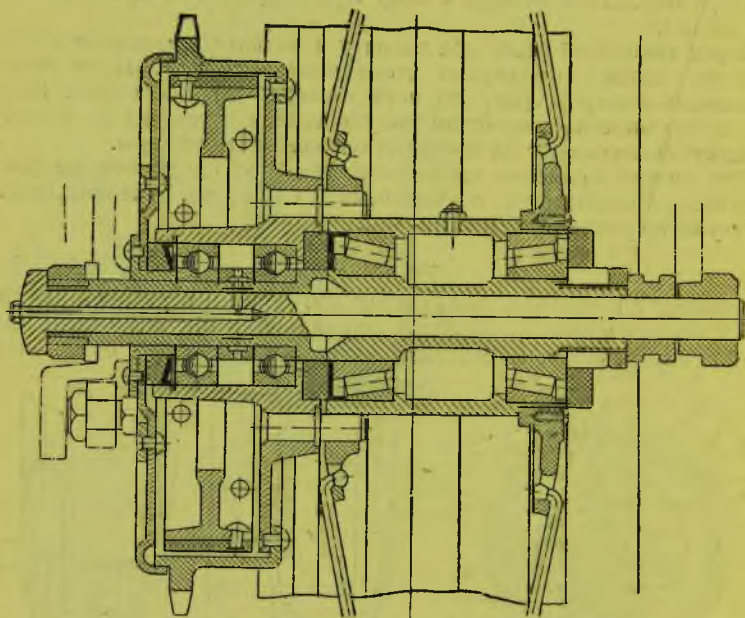

Рис. 196. Тормоз мотоцикла ТИЗ-АМ-600
Рис. 196а. Схема работы колодочного тормоза (слева); тормоз мотоцикла ИЖ-8 (справа)
Устройство тормозов показано на рис. 196. Колодки (7) шарнирно укреплены на штифте (2), так что относительно его они могут разворачиваться. В сжатом состоянии, когда колодки не должны касаться тормозного барабана (3), они удерживаются пружинами (4).